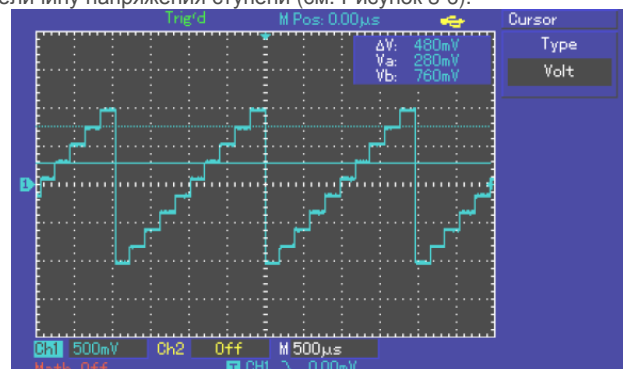

Рисунок 3-6 Курсорное измерение напряжения сигнала
- В меню курсора автоматически отобразится величина ΔV , то есть величину напряжения ступени (см. Рисунок 3-6).
В меню курсора автоматически отобразится величина $1/\Delta T$, то есть частота этой точки (см. Рисунок 3-6а).
Рисунок 3-6а Курсорное измерение частоты сигнала